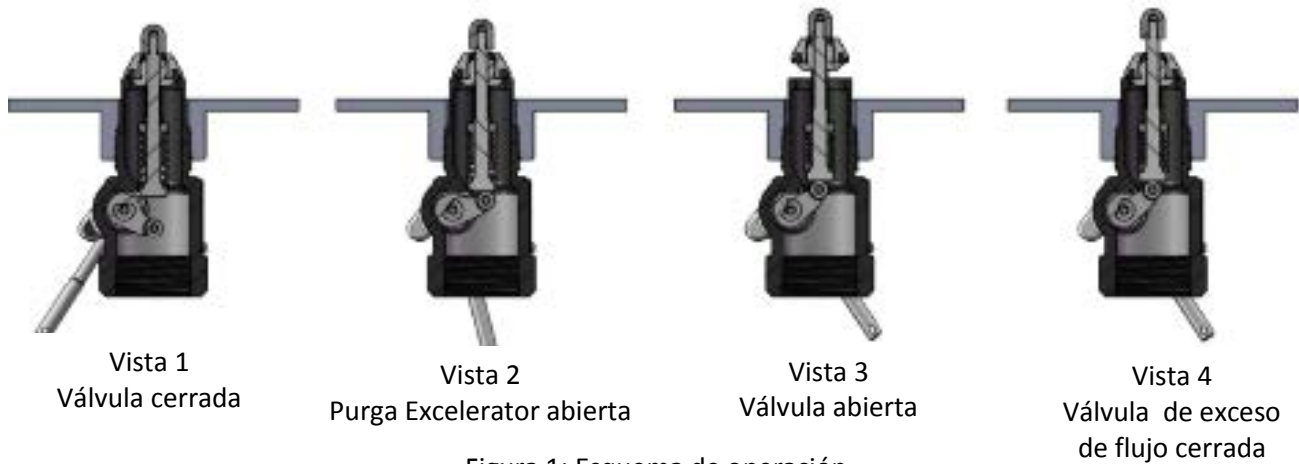

Figura 1: Esquema de operación
Consulte el diagrama de operación (Figura 1, Vista 1). La válvula se mantiene cerrada tanto por la presión del tanque como por el resorte de cierre de la válvula. No hay fugas más allá de las juntas en el cabezal a la salida de la válvula en esta posición. La válvula se abre moviendo la palanca de operación hasta aproximadamente el punto medio en su carrera de 70° (Figura 1, Vista 2). Esto permite que la leva coloque la parte de ecualización rápida del vástago de válvula en la abertura del piloto, lo que permite que una mayor cantidad de producto purgue aguas abajo que si la palanca de operación se moviera a la posición totalmente abierta.
Cuando las presiones del tanque y aguas abajo se han igualado en la posición de purga, (después de unos segundos), el resorte de exceso de flujo abre el cabezal principal de la válvula (Figura 1, Vista 3) y la palanca de operación se puede mover a la posición totalmente abierta.
Una vez que el cabezal principal de la válvula se abre, un volumen mayor que el de diseño del resorte de exceso de flujo de la válvula o un aumento suficiente de flujo, fuerza el cierre del cabezal principal de la válvula contra el resorte de exceso de flujo (Figura 1, Vista 4). La válvula piloto permite que una pequeña cantidad de producto purgue, pero mucho menos que (Figura 1, Vista 2) donde la porción de ecualización rápida del vástago se coloca en la abertura piloto. Cuando la palanca de operación se mueve a la posición cerrada, la válvula se cierra completamente y sella herméticamente (Figura 1, Vista 1).
3. Mueva la palanca a la posición de medio abierta (ecualización rápida) (Esquema de operación Figura 1, Vista # 2) para igualar la presión. Cuando el cabezal principal de la válvula hace clic y se abre, mueva la palanca de operación a la posición totalmente abierta.